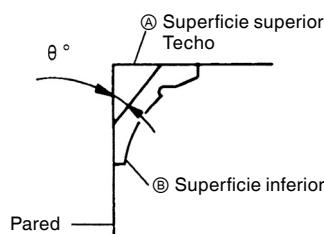
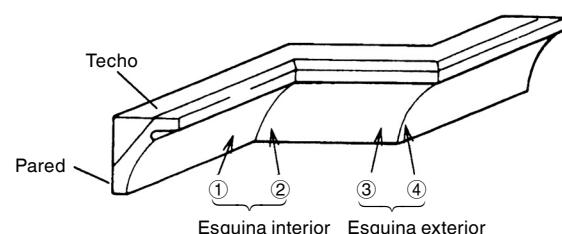
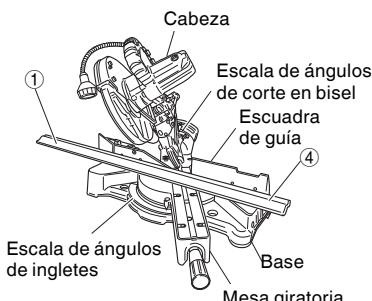
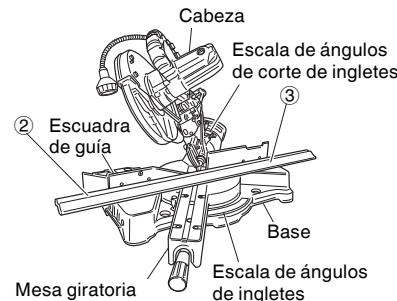

Fig. 33
Fig. 34
Fig. 36
Fig. 37
En la Fig. 33 se muestran los tipos de moldura en vértice con ángulos de  $38^\circ$  y  $45^\circ$ .
Con respecto a las molduras en vértice típicas, consulte la Fig. 34.
(1) Ajuste para cortar molduras en vértice a los posiciones ① y ④ de la Fig. 34 (consulte la Fig. 36, incline la cabeza hacia la izquierda):
- ① Gire la mesa giratoria hacia la derecha y ajuste el ángulo de ingletes de la forma siguiente:
- \* Para molduras en vértice de tipo de 45°: 35.3° (marca ①)
- \* Para molduras en vértice de tipo de 38°: 31.6° (marca ④)
- ② Incline la cabeza hacia la izquierda y ajuste el ángulo de corte en bisel de la forma siguiente:
- \* Para molduras en vértice de tipo de 45°: 30° (marca ②)
- \* Para molduras en vértice de tipo de 38°: 33.9° (marca ③)
- ③ Coloque la moldura en el vértice de forma que la superficie superior (Ⓐ de la Fig. 33) entre en contacto con la escuadra de guía como se indica en la Fig. 38.
(2) Ajuste para cortar molduras en vértice a los posiciones ② y ③ de la Fig. 34 (consulte la Fig. 37, incline la cabeza hacia la izquierda):
- ③ Coloque la moldura en el vértice de forma que la superficie superior (Ⓑ de la Fig. 33) entre en contacto con la escuadra de guía como se indica en la Fig. 39.